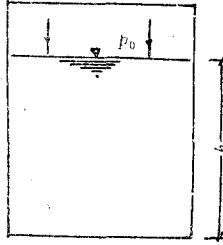

图 1-8 密闭水箱
**【例题 1-2】** 有一个密闭水箱，如图1-8所示。自由表面上的绝对压强  $p_0 = 132.4 \text{ kPa}$ ，水箱内水的深度  $h = 4.0 \text{ m}$ ，试求水箱底面上的绝对压强  $p_j$  和相对压强  $p_x$ 。（设当地的大气压强值  $p_a = 98.1 \text{ kN/m}^2$ ）。